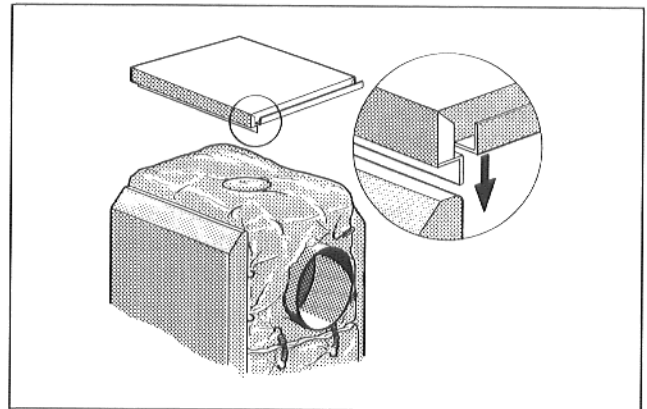

Abb. 9
- Haube von oben so auf die Seitenwände auflegen, daß die Abkantung innen an den Seitenwänden anliegt (Abb. 9).
3	Haube vom Wärmeaustauscher komplett abnehmen (Abb. 9 u. 16)